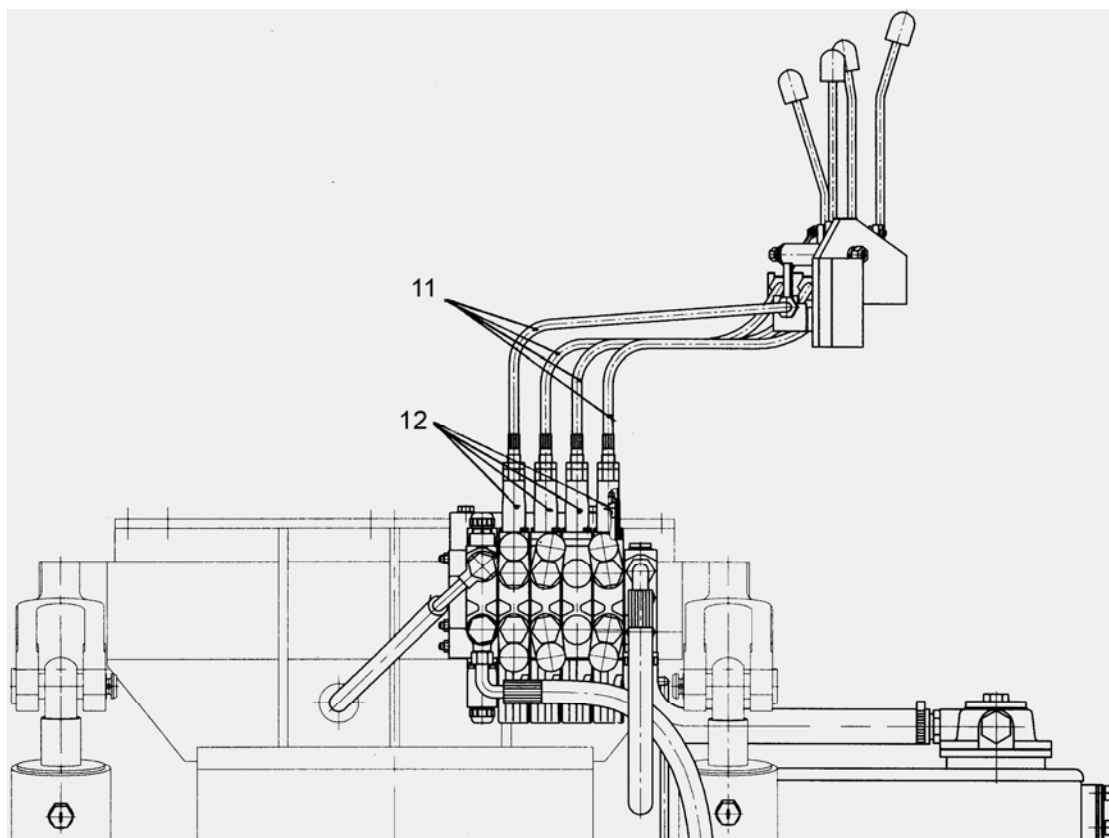

Рис.7.4
1.8) отсоедините адаптеры тросов (11), (рисунок 7.4), дистанционного управления рабочими секциями распределителя (12);